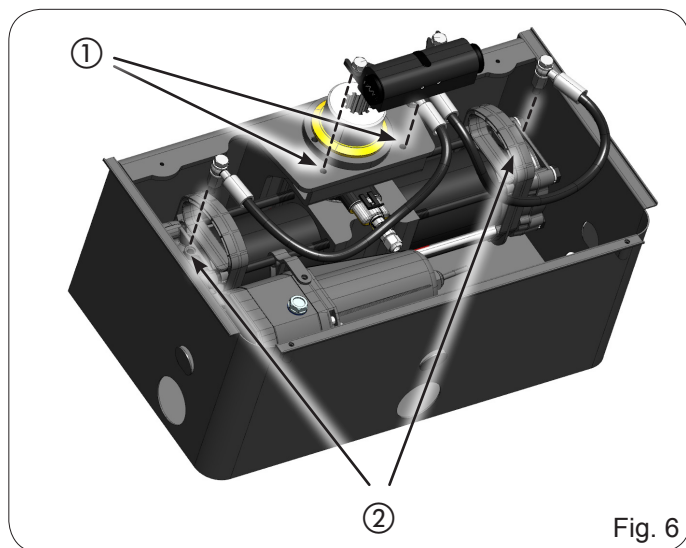

Fig. 6
- Fije el sistema de desbloqueo por medio de los dos tornillos M8 suministrados (Fig. 6 ref. ①)
- Una vez instalado el operador, fije el sistema de desbloqueo con los dos tornillos M8 suministrados en dotación (Fig. 6 ref. ①)
- Retire los racores de purga instalados en el operador y seguidamente conecte los racores suministrados con el sistema de desbloqueo (Fig. 6 ref. ② y Fig. 1 ref. de ⑤ a ⑨), atornillándolos con un par de apriete máximo de 20Nm y sin apretar completamente el conjunto racor/contratuerca en la brida. Una vez fijado el racor, apriete la contratuerca (ref. Fig. 7).
- Bevestig het ontgrendelingsmechanisme met behulp van de twee bijgeleverde schroeven M8 (Fig. 6 ref. ①)
- Installeer de aandrijving, bevestig het ontgrendelingssysteem met de twee bijgeleverde schroeven M8 (Fig. 6 ref. ①).
- Verwijder de ontluchtingsaansluitingen die op de aandrijving zijn geïnstalleerd, en sluit de bij het ontgrendelingssysteem geleverde aan (Fig. 6 ref. ② en Fig. 1 ref. ⑤ tot ⑨), en draai ze vast met een koppel van maximaal 20Nm, en draai in ieder geval het geheel aansluiting-vergrendelingsmoer op de flens niet helemaal vast. Draai als de aansluiting is bevestigd de vergrendelingsmoer vast (ref. Fig. 7).